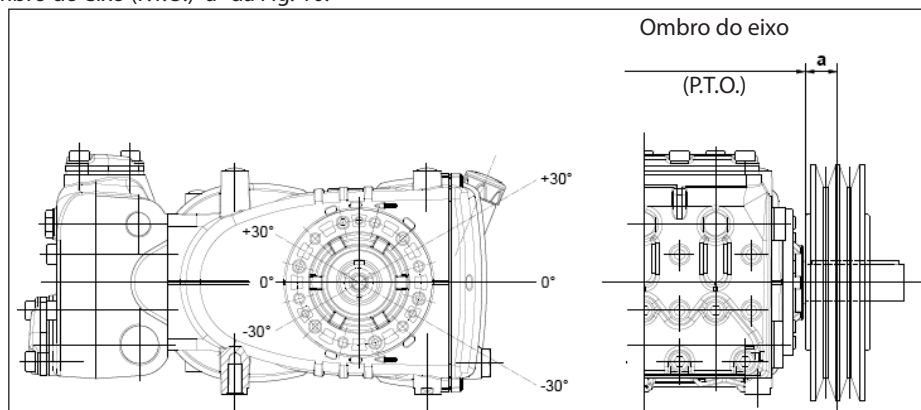

Fig. 10
A carga radial sobre o eixo não deve ser superior a 7500 N (valor necessário para a definição do layout). A transmissão é considerada adequada, se tal carga é aplicada a uma distância máxima de **a=40 mm** do ombro do eixo (P.T.O) conforme indicado na Fig. 10.
- b) Use correias de alto rendimento - por exemplo **XPB** ao invés de **SPB** - pois será necessário uma quantidade inferior de correias com a mesma potência transmitida e uma consequente distância inferior do resultante em relação ao ombro do eixo (P.T.O.) "a" da Fig. 10.